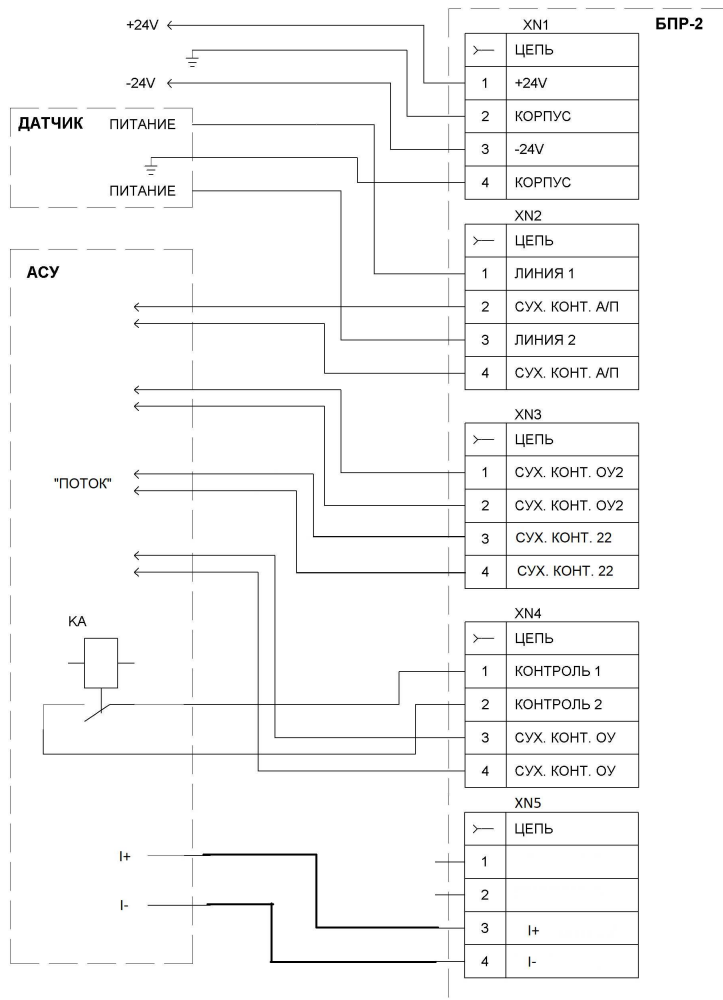

Рисунок 10 – Монтажная схема сигнализатора контроля герметичности СКГ-1 в составе с блоком питания и регистрации БПР-2Т.
2.11.2 Проверить правильность подключения датчика сигнализатора СКГ-1 к блоку питания и регистрации БПР-2Т, см. рисунок 10, а также п. 2 Данного руководства.